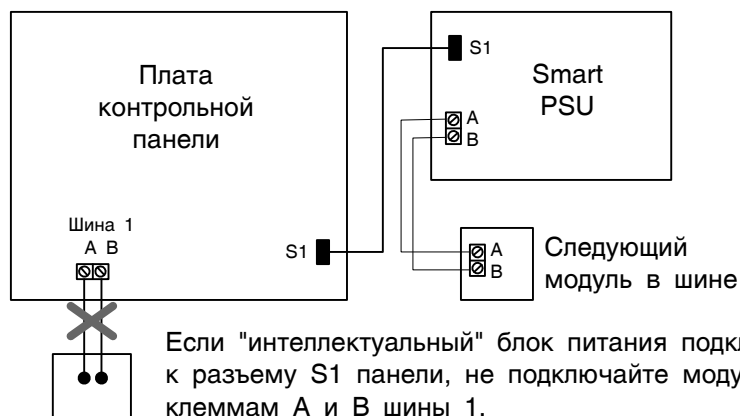

Рис. 2. Подключение блока питания SmartPSU к контрольной панели.
5. Если «интеллектуальный» блок питания предназначен для питания панели, соедините клеммы колодки S1 блока с сервисным разъемом S1 на плате панели (см. рис. 2).